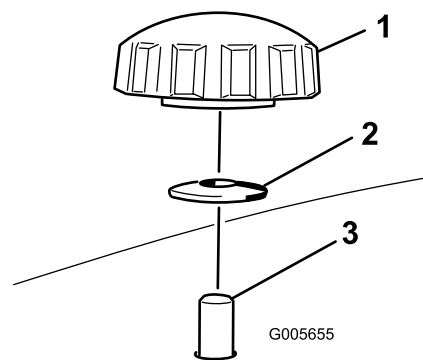
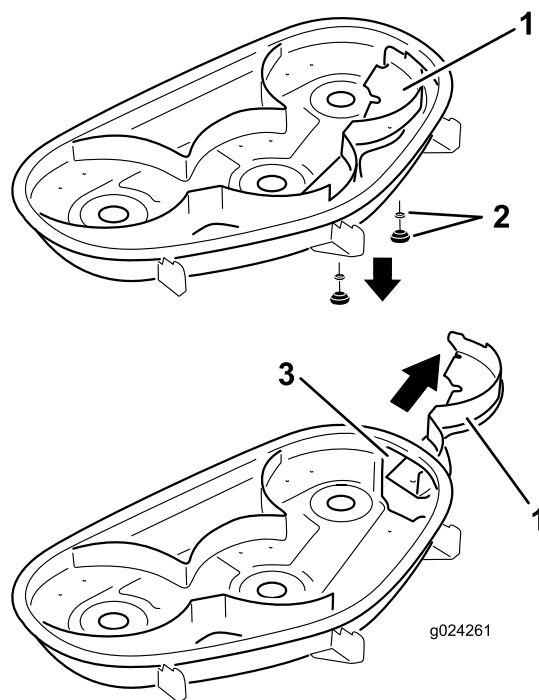

Figura 16
Figura 17
4. Remova os 2 manípulos e as anilhas curvas que fixam o abafador direito ao cortador (Figura 16).
5. Remova o abafador direito e baixe o defletor de relva por cima da abertura de descarga conforme indicado em Figura 16 e Figura 17.
5. Faça deslizar o abafador direito por debaixo da plataforma do cortador e fixe-o utilizando 2 manípulos e anilhas curvas (lado oval virado para o cortador) conforme indicado em Figura 16 e Figura 17.